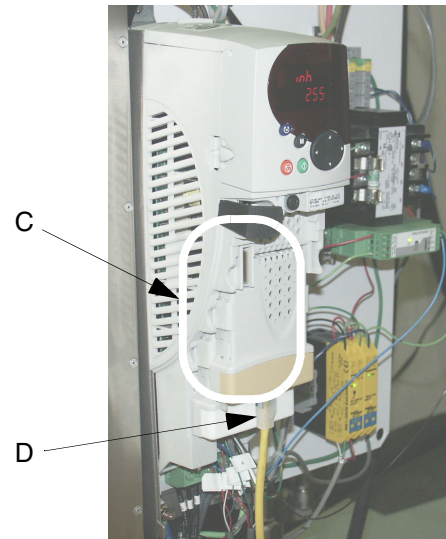

FIG. 17
Utilice un cable Ethernet CAT 5 (D) para conectar el módulo Ethernet VFD (C) al ordenador. Vea FIG. 17.